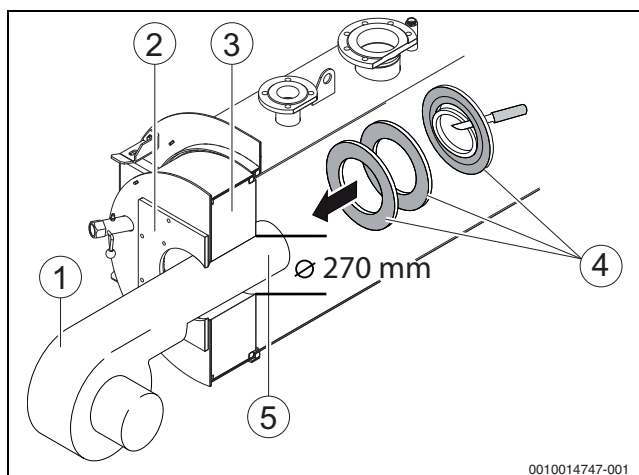

Fig. 18 Montați arzătorului
Dacă măriți orificiul din izolația termică a ușii camerei de ardere, inelele de izolare livrate (→ fig. 18, [4], pagina 22) nu se mai potrivesc.
- ▶ Fixați arzătorul cu șuruburi pe placa arzătorului (→ fig. 18, [2], pagina 22).